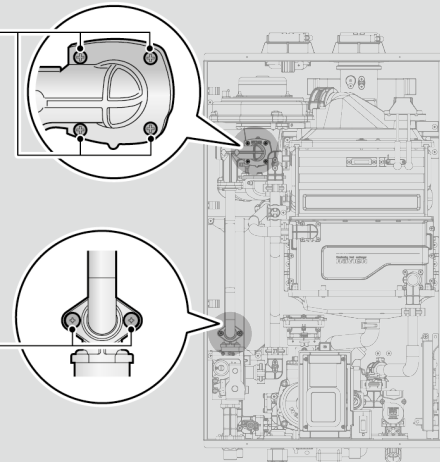

Figure 3. Retrait de la soupape à gaz du tuyau d'entrée de gaz et du ventilateur
4. Utilisez un tournevis Phillips pour retirer les deux vis de l'emplacement A - le raccordement situé sous la soupape à gaz et relié au tuyau. Reportez-vous à la figure 3 à des fins de référence. Une fois les vis retirées, séparez délicatement le tuyau de la soupape à gaz.